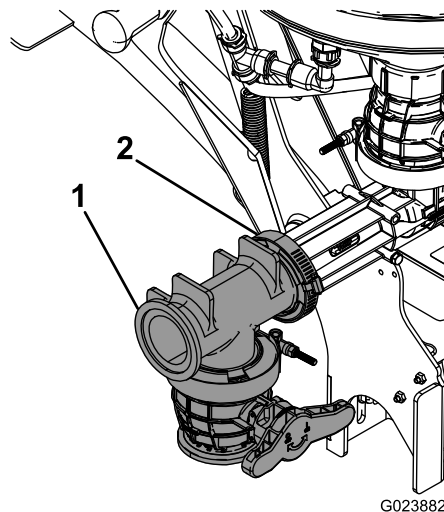

図 19
- エダクタ・アセンブリにTバルブを取り付けるガスケットとウォームねじクランプを使用する図 19。